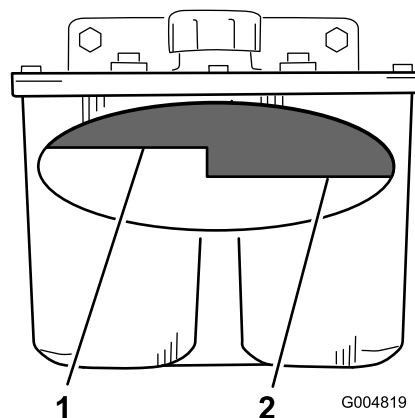

Bild 97
3. Reinigen Sie den Bereich um den Füllstutzen des Hydraulikölbehälters (Bild 97).
4. Nehmen Sie den Deckel vom Füllstutzen des Behälters ab und sehen Sie in den Behälter, ob dieser noch mit Hydrauliköl gefüllt ist (Bild 97).
Hinweis: Der Füllstand sollte bei heißem Öl die Oberkante der heißen Einfüllmarkierung der Zwischenplatte erreichen (Bild 97).